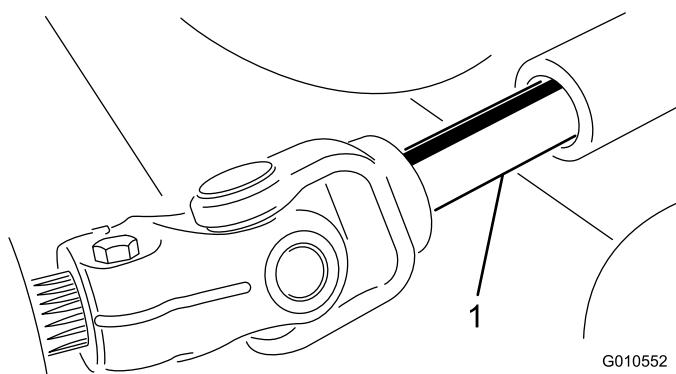

Figure 25
3. Eloignez le plateau de coupe de la machine, en séparant les parties mâle et femelle de l'arbre de PDF (Figure 25).
3. Insérez l'arbre de PDF mâle dans l'arbre de PDF femelle (Figure 25).